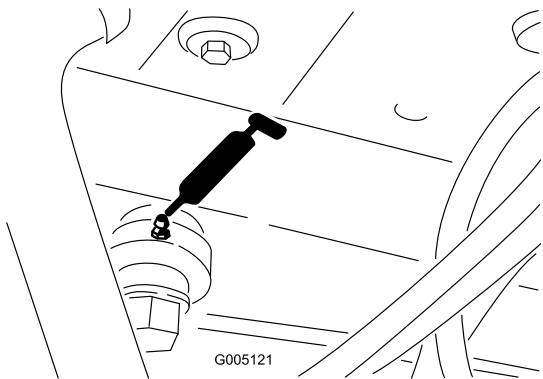

Figura 31
- Extremo del cilindro de dirección (Figura 31)